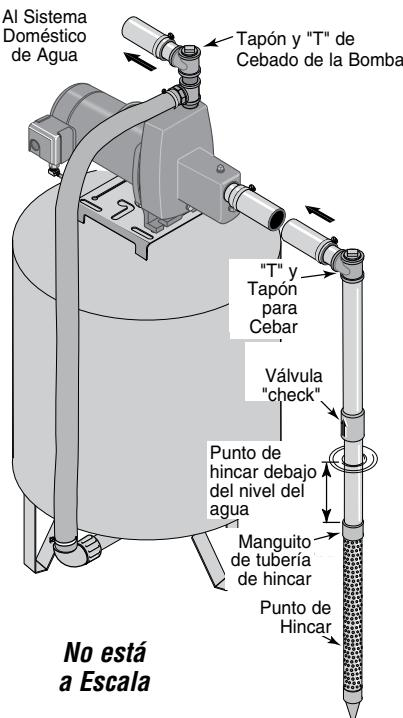

Figura 1: Instalación del Punto de Hincar
## INSTALACION DEL PUNTO DEL POZO (PUNTO DE HINCAR) (FIGURA 1)
- Paso 3. Utilice el menor número de conexiones posible (especialmente codos) al conectar la tubería desde el punto del pozo al orificio de succión de la bomba. La tubería de succión debe ser por lo menos del mismo tamaño que el orificio de succión en la bomba (incluya una válvula "check" si su equipo no está equipado con una) - Vea la Figura 1. Soporte la tubería para que no haya inclinaciones verticales o hundimientos en ella a fin de que no se ejerza tensión sobre el cuerpo de la bomba y con el propósito de que no se incline ligeramente hacia arriba desde el pozo hacia la bomba (los puntos altos pueden ocasionar que se formen bolsas de aire que pueden bloquear la bomba). Sellar las juntas de la tubería de aspiración con cinta selladora de PTFE para roscas de tubería. Las juntas deben de ser a prueba de agua y estar herméticamente cerradas. Si la tubería de succión pudiera succionar aire, la bomba no podría sacar agua del pozo. Si un punto de pozo no proporciona suficiente agua, considere la posibilidad de conectar dos o tres puntos de pozo a una tubería de succión.